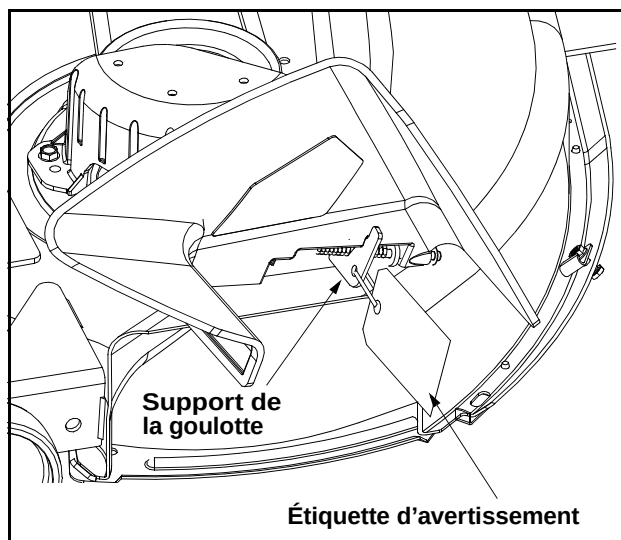

Figure 6
- Repérez le support de la goulotte d'éjection et son étiquette d'avertissement sur la droite de la tondeuse, entre la goulotte d'éjection et le plateau de coupe. Voir la Figure 6.